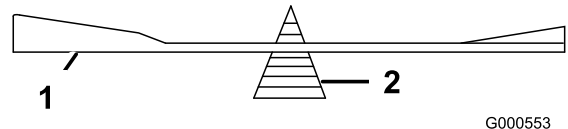

Figura 70
2. Verifique o equilíbrio da lâmina colocando-a num equilibrador de lâminas (Figura 70).